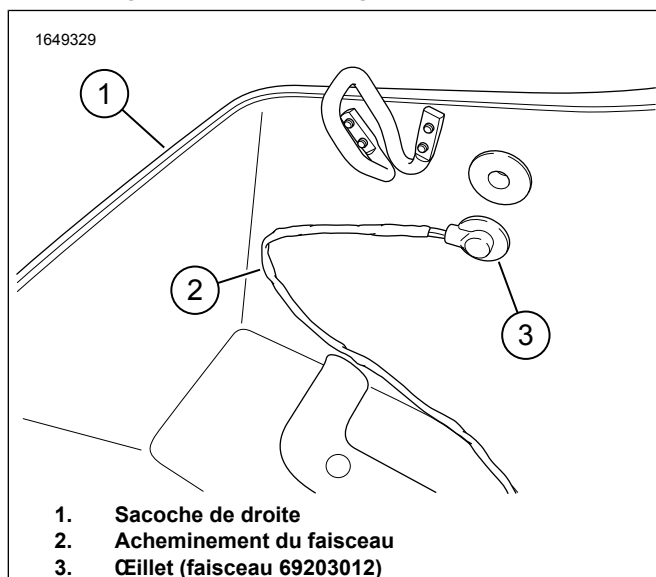

Figure 17. Acheminement du faisceau de la sacoche de droite
- a. Voir la Figure 17. Faites pivoter l'œillet jusqu'à ce que le faisceau soit disposé de façon adéquate.